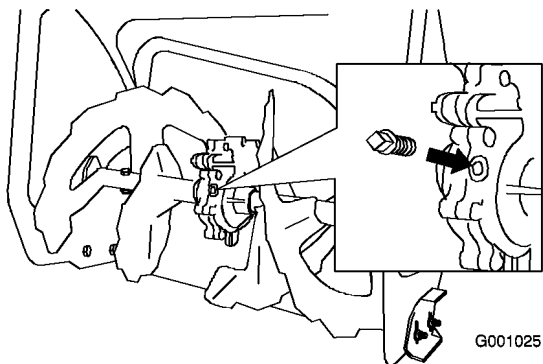

Bild 49
- Reinigen Sie den Bereich um die Rohrverschluss (Bild 49).